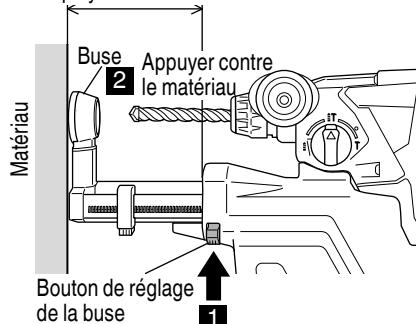

Fig. 5
## 2. Réglage de la position de la buse (Fig. 5, 6, 7)
- (1) Appuyer sur le bouton de réglage de la position de la buse et s'assurer que la buse est complètement déployée. (Fig. 5)
- (2) Tout en maintenant l'outil de telle manière à ce que le commutateur ne soit pas pressé, placer la buse contre le matériau à percer. (Fig. 5)